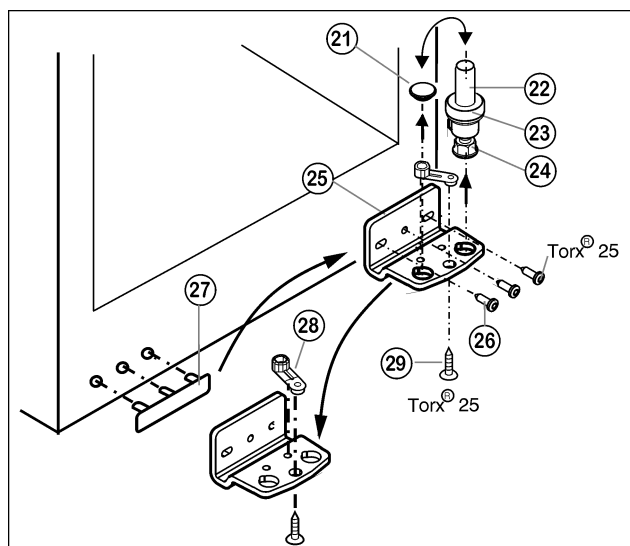

Fig. 5
- ▶ Извлеките опорный винт Fig. 5 (22) в комплекте с шайбой Fig. 5 (23) и регулируемой опорой Fig. 5 (24), вытягивая его вверх.
- ▶ Снимите пробку Fig. 5 (21).
- ▶ Открутите Fig. 5 (26) опорный кронштейн Fig. 5 (25).
- ▶ Открутите Fig. 5 (29) опорную деталь Fig. 5 (28) и, переставив в отверстие на противоположной стороне опорного кронштейна, снова прикрутите.
- ▶ Осторожно снимите и переставьте на противоположную сторону крышку со стороны ручки Fig. 5 (27).
- ▶ Снова прикрутите опорный кронштейн Fig. 5 (25) на новую сторону шарнира (**с моментом 4 Нм**). При необходимости используйте аккумуляторный шурупверт.
- ▶ Переставьте пробку Fig. 5 (21) в свободное отверстие.
- ▶ Вновь установите опорный винт Fig. 5 (22) в комплекте с шайбой и регулируемой опорой. При этом фиксатор должен быть направлен назад.